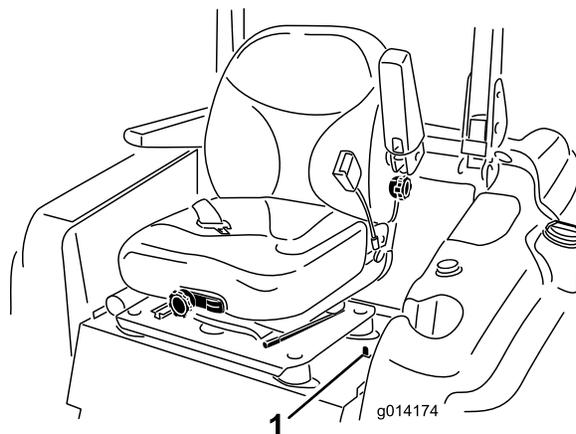

Figure 11
1. Déplacer le verrou du siège, situé sur le côté gauche du siège, vers l'arrière pour déverrouiller le siège et tirez le haut du siège en avant (Figure 11).